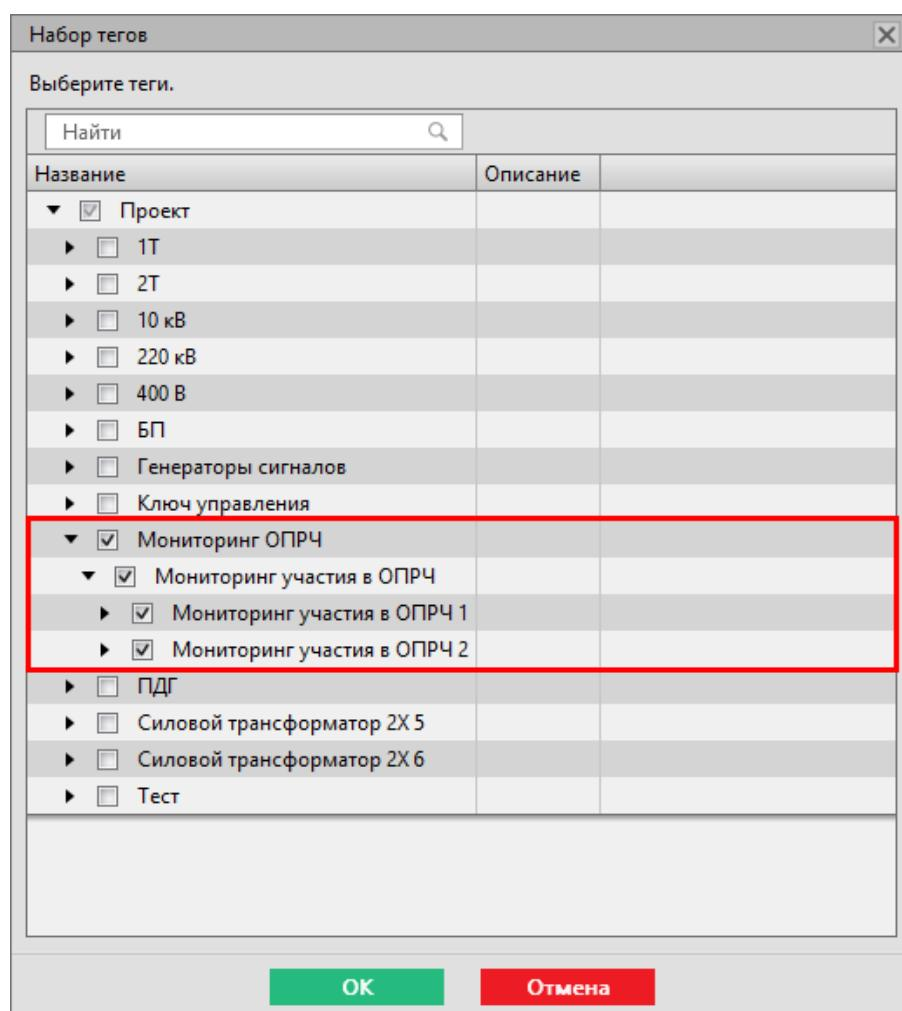

Рисунок 164 - Выбор тегов для политики архивирования
8. Нажмите двойным щелчком **ЛКМ** по политике архивирования, созданной для мониторинга ОПРЧ в п.3. Выберите теги мониторинга ОПРЧ и нажмите **OK** (Рисунок 164).